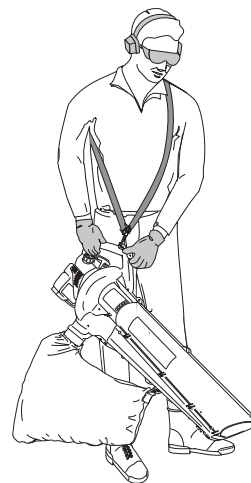

Fig. 8
5. Pase el arnés por encima de su cabeza y apóyelo sobre su hombro (Fig. 8).
6. Colóquese en posición de trabajo (Fig. 8) y regule el largo del arnés en función de su talla.